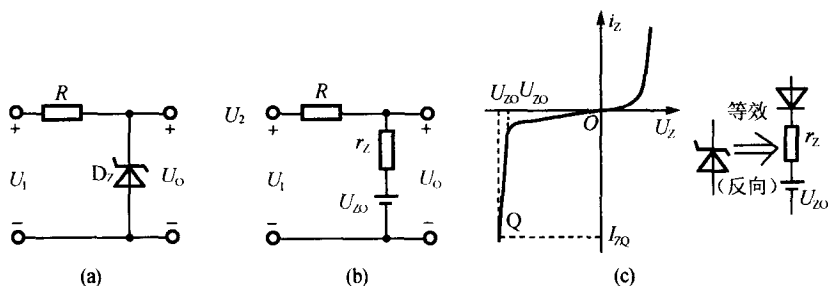

图 14.14
14.2.8 电路如图 14.14(a), 未经稳定的直流输入电压 U_1 可变; 稳压管型号为 2CW58, 该管在反向流过 5mA 测试电流时, 其端电压为 10V, 动态电阻 r_z 为 20Ω , 管子的最大稳压电流 I_{ZM} 为 26mA, 限流电阻 $R = 1\text{k}\Omega$ 。
- (1) 试求对应于图 14.14(c) 所示的硅稳压管模型中的 U_{Z0} ;
- (2) $U_o = 10\text{V}$ 时, U_1 的值应等于多少?
- (3) 若 U_1 在上面求得的数值基础上变化 $\pm 10\%$, 试求 U_o 及 I_L 相应的变化范围;
- (4) 若 U_1 处于 6V 到 9V 的范围内, U_o 将为多大?
【逻辑推理】 当要考虑 r_z 的影响时,必须用图 14.14(b) 所示模型的等效硅稳压管,画出所求解电路的等效电路,方可求解。注:此等效电路为反向时的等效电路。
解:(1) 由图 14.14(b) 可见
(4) 由图 14.14(b) 可见, 当 $U_1 < U_{z0}$ 时, 图(a) 中的硅稳压管不会被击穿, 似同开路。故 U_1 处于 6V 到 9V 范围内时, 其值低于 9.9V 的 U_{z0} , D_z 不被击穿, R 中无电流, U_o 将跟随 U_1 在 6V 到 9V 的范围内变化。